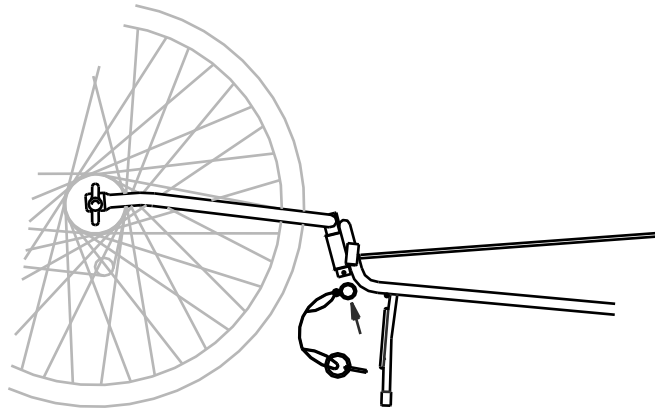

Figure 8 Insertion de l'anneau soudé et de l'esse
- C) Glissez l'anneau soudé sur le tube de pivot par le fond et verrouillez-le en place en insérant l'esse à travers les deux trous au fond du tube du pivot. Retournez l'anneau vers le fond du tube de pivot pour fixer l'esse (Fig 8).